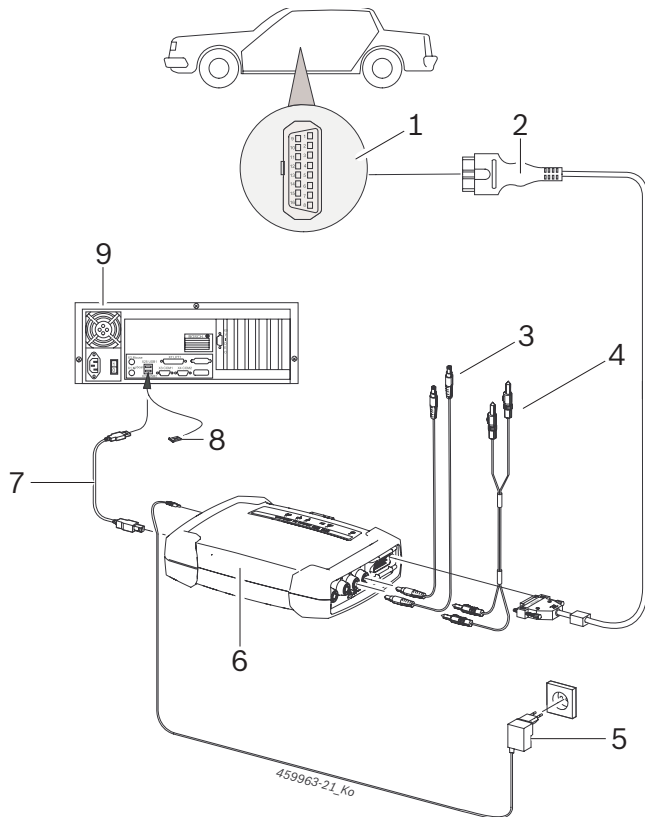

Fig. 6: Schéma de raccordement du KTS 590 par exemple
- le câble de raccordement OBD (fig. 6, pos. 2) ou